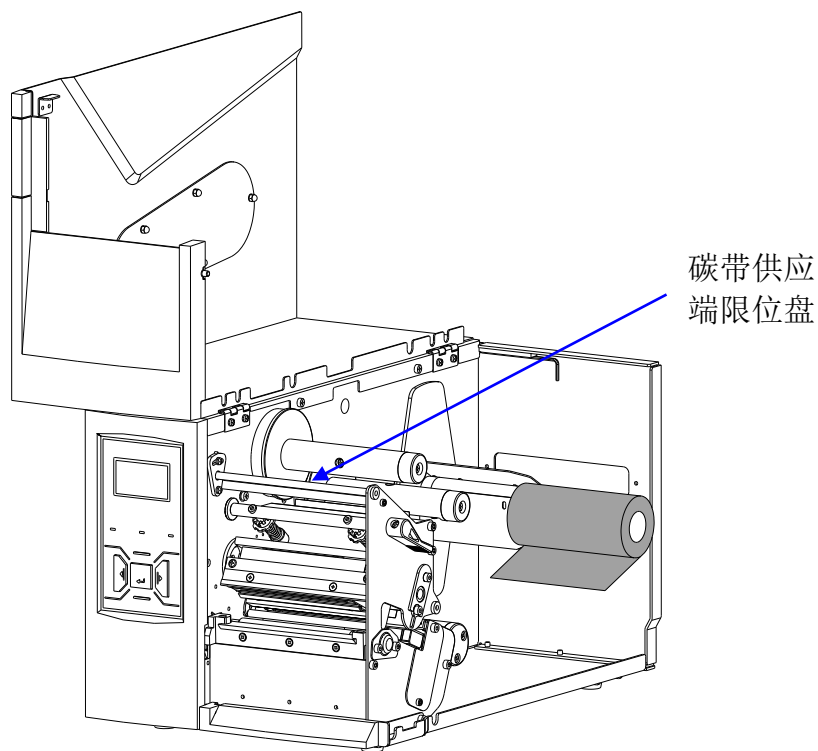

图 2-6
- 观察标签上是否粘有碳带油墨，如果有油墨附着，则为外碳；如果没有，而将标签粘贴碳带内侧面，能粘上油墨，则为内碳。如图 2-6 所示。